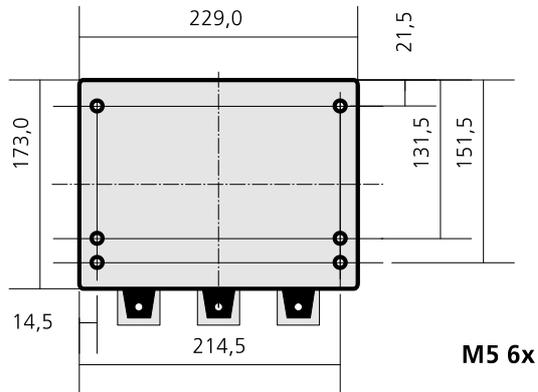

Abb. 110: Boden des Pumpenmoduls (Montageschema)
9. Stellen Sie das Pumpenmodul auf (bzw. anschrauben, → *siehe Abb. 110*).